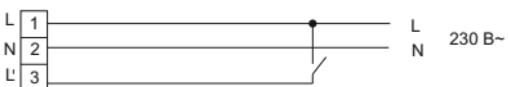

Рисунок 4
4.7 Непостоянный аварийный режим работы (рисунок 4):
- фазный некоммутируенный проводник сети – подключить к контактному зажиму (L);
- нейтральный проводник сети – подключить к зажиму (N).